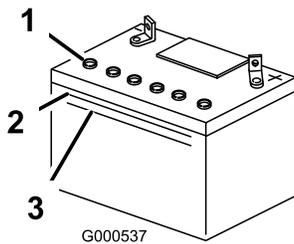

Figure 38
1. Observez le côté de la batterie. Le niveau de l'électrolyte doit atteindre le trait **supérieur** (Figure 38). Le niveau d'électrolyte ne doit pas descendre au-dessous du trait inférieur (Figure 38).
- Enlevez les bouchons d'aération de la batterie (Figure 38).
- Versez de l'eau distillée avec précaution dans chaque élément jusqu'au repère supérieur (Figure 38) sur le côté de la batterie.
- Attendez cinq à dix minutes après avoir rempli les éléments. Au besoin, ajoutez de l'eau distillée pour amener le niveau jusqu'au repère supérieur sur le côté de la batterie (Figure 38).